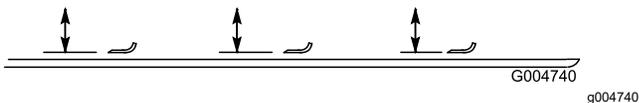

Bild 24
3. Drehen Sie die Messer, bis die Enden nach vorne und hinten zeigen und messen Sie von der Innenseite des Mähwerks bis zur Schnittkante an der Vorderseite des Messers (**Bild 24**).